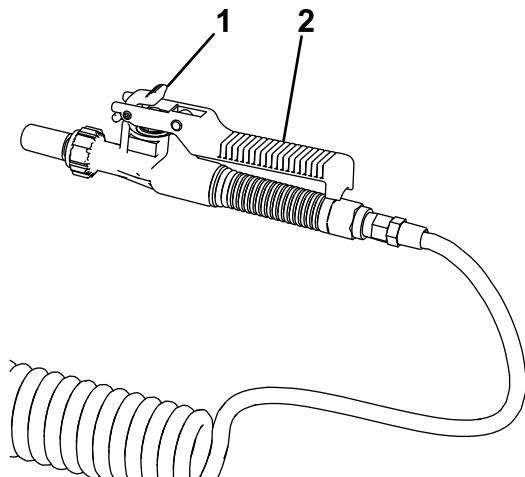

Bild 24
4. Drücken Sie den Hebelgriff der Spritzpistole, um mit dem Sprühen zu beginnen (Bild 24).